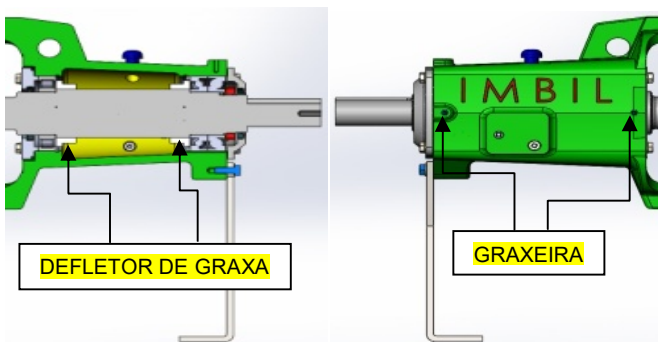

Figura 1
- ✓ Segue abaixo ilustração do conjunto mancal, onde podemos identificar os pontos de inserção de graxa (figura 2) linha de centro lado exterior do mancal, e também o defletor de graxa (figura 1) lado interno do mancal afixado ao eixo por fixadores.